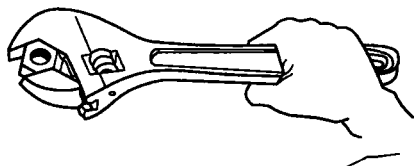

图 2-9 活络扳手的正确使用方向
(1) 应根据螺母的大小选用适当规格的扳手，如果扳手选择过大，不容易控制力度，可能造成螺母或罗纹的损坏；反过来，如果扳手选择偏小，容易损坏活动扳唇；
(2) 扳口的调节应使扳唇夹紧螺母，否则扳口会打滑，造成螺母损伤，还可能碰伤手指；
(3) 扳手不可反过来使用，以免损坏活动扳唇，正确的使用方向如图 2-9 所示；
(4) 不得在手柄上加套钢管使用，这样容易损坏扳手；
(5) 不得用扳手代替手锤敲击物体。